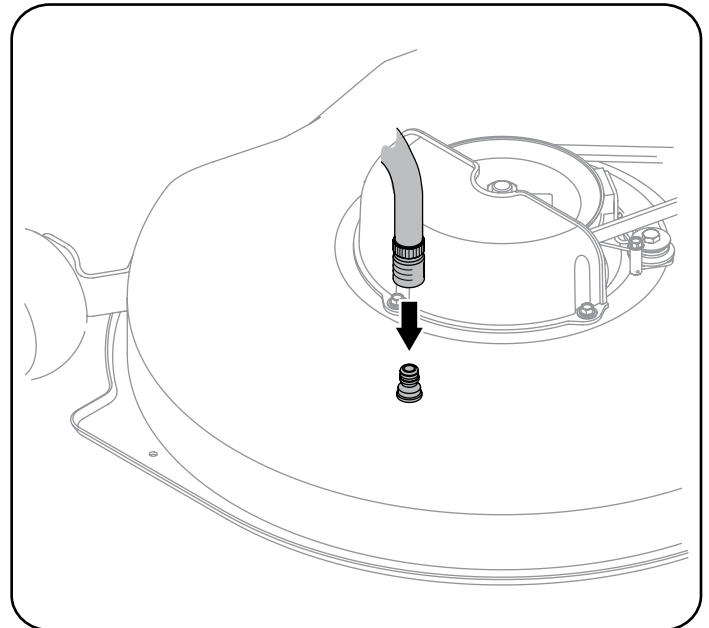

Figura 19
4. Una el acople de la manguera a la entrada de agua que se encuentra en la superficie de la plataforma. Consulte la Figura 19.